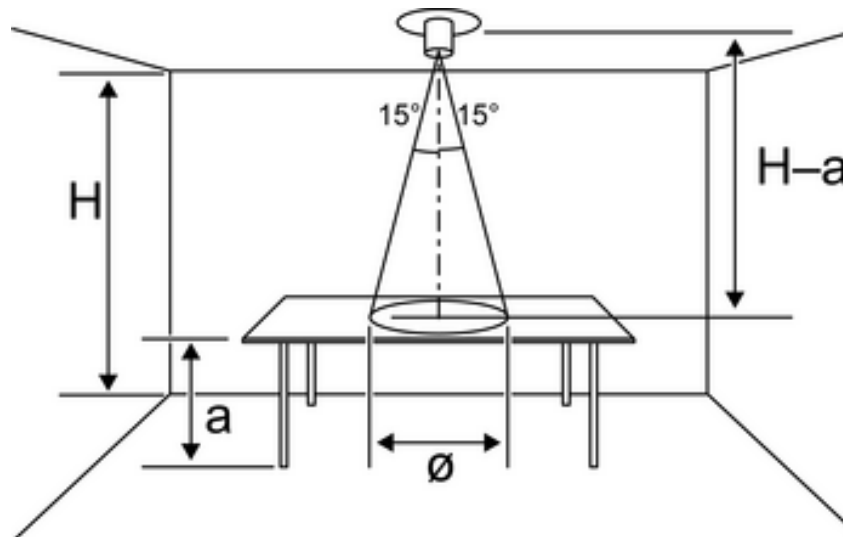

Рисунок 3: Светопровод с прямым падением света
- Установите регулятор яркости на потолке непосредственно над рабочей поверхностью (рисунок 3).
Регулятор расположен непосредственно над рабочей поверхностью (рисунок 3).